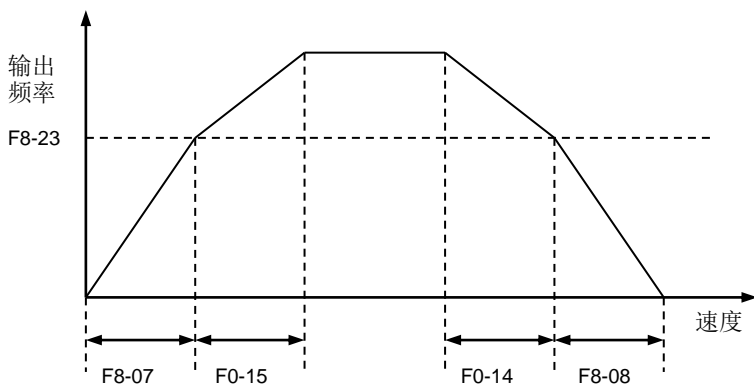

图 6-29 加减速切换频率
- F8-23: 设定加、减速度自动切换时的频率点, 如图 6-29 所示。